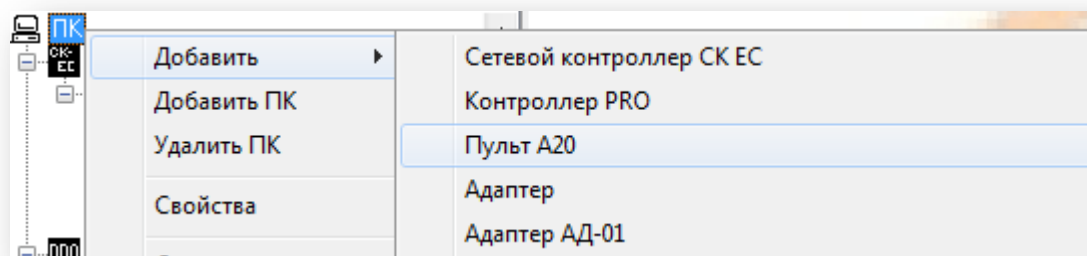

Рисунок 5.2
- Непосредственное подключение к ПК. Для этого щелчком правой кнопки мыши по элементу «ПК» выбрать «Добавить», затем — «Пульт А20» (Рисунок 5.2).